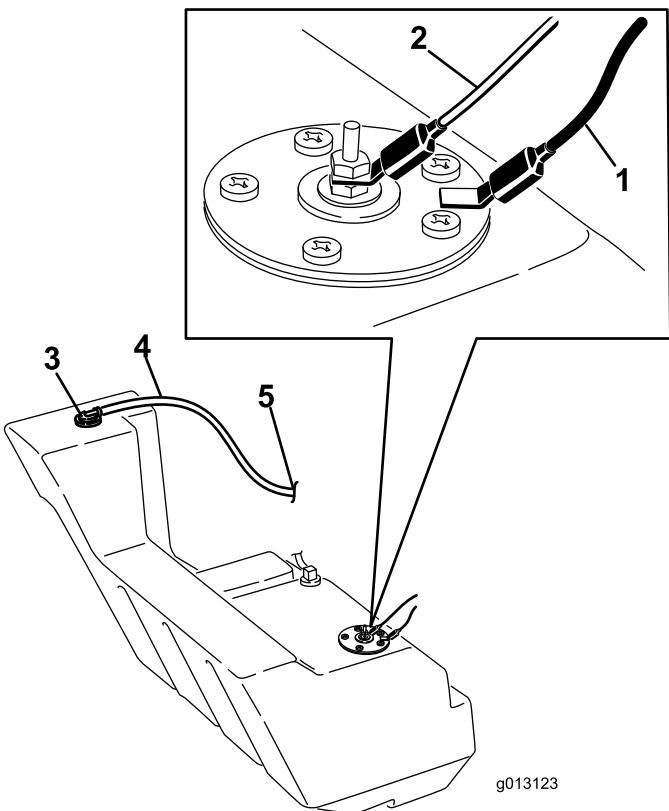

Figura 66
12. Desconecte los dos cables que van al lado derecho del depósito (Figura 66).
21. En el lado derecho del depósito, conecte el cable naranja al borne central y el cable negro al borne exterior (Figura 66).